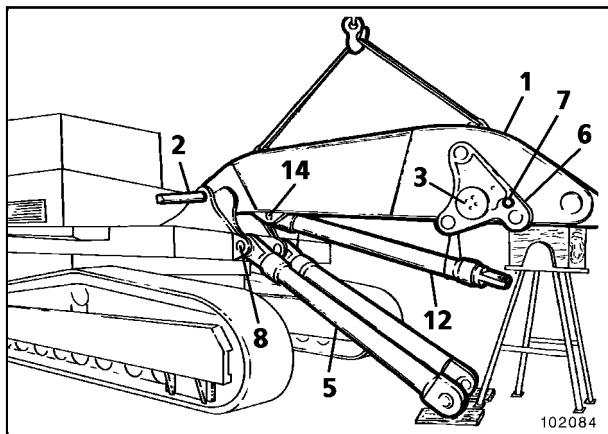
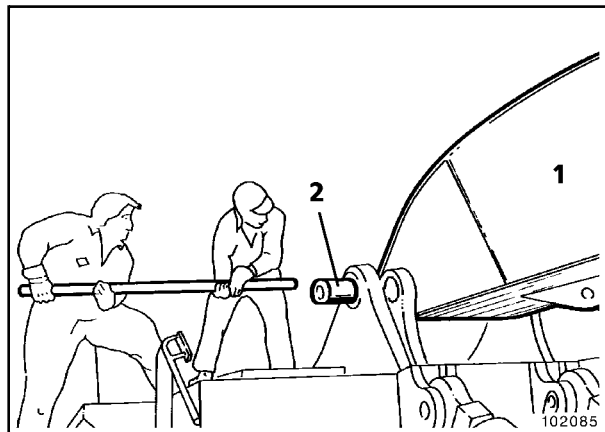

Fig. 1
Fig. 2
- Montar ambos dispositivos TriPower (6, Fig. 1) en el pescante (1).
- Asegurar el perno de alojamiento enroscando las tapas (3).
- Asegurar ambos dispositivos TriPower (6) contra el giro insertando el perno de enclavamiento (7).
- Montar el cilindro del pescante (5). Colocar los ojos de alojamiento en un bloque de madera y protegerlos contra ensuciamiento.
- Montar el cilindro de la pluma (12) en el pescante o bien el caballete, insertar el perno (14), asegurarlo a continuación.
- Poner el pescante en la posición de montaje (1, Figs. 1 y 2) y acoplarlo por el perno (2, Fig. 2) con el caballete.
- Colocar el extremo libre del pescante en un soporte (Fig. 1). El soporte no debe estar más ancho que la abertura libre entre los dispositivos TriPower (6).